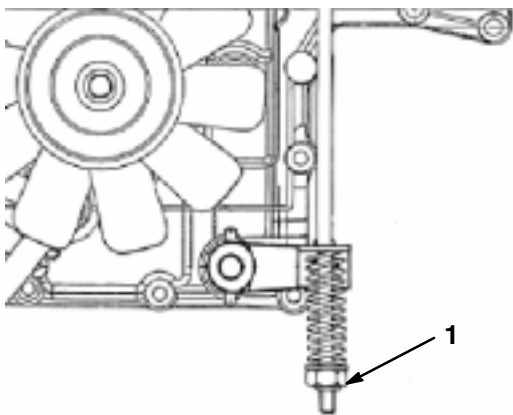

Figure 19
Le frein se trouve à droite de l'essieu arrière, dans le pneu arrière (Fig. 19). Un réglage est nécessaire si la tondeuse met plus d'un mètre pour s'arrêter à grande vitesse dans la vitesse la plus élevée.
3. Pour régler le frein, visser l'écrou de réglage dans le sens des aiguilles d'une montre jusqu'à ce qu'il n'y ait plus moyen de pousser la tondeuse (Fig. 19).